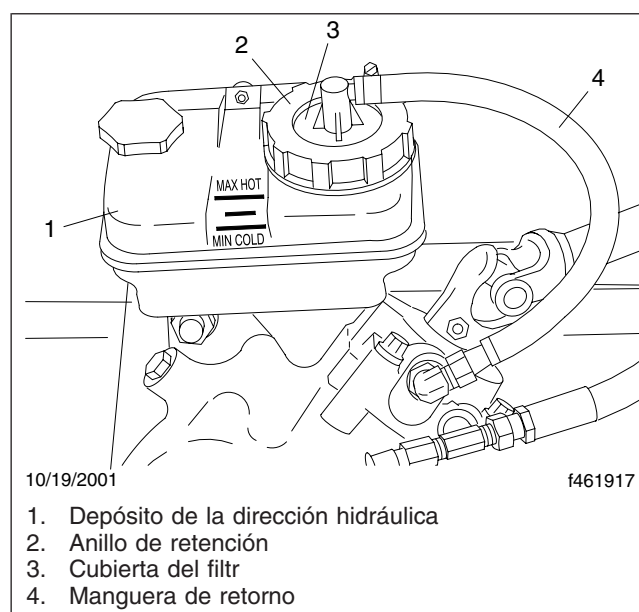

Figura 1, Depósito de la dirección hidráulica
3. Quite el anillo de retención del depósito. Vea la Figura 1.
7. Llene el depósito con un líquido aprobado para la dirección hidráulica hasta la línea que se encuentra entre las líneas MIN COLD (mínimo en frío) y MAX HOT (máximo en caliente). Vea la Figura 1. Vea en la Tabla 1 los líquidos aproba-